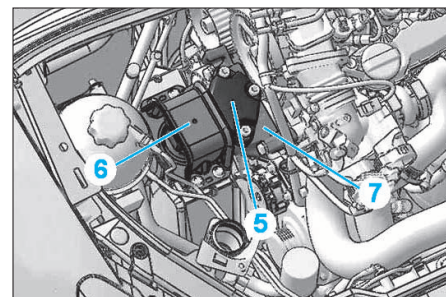

FIG. 10
- Déposer (Fig.10) :
- l'ensemble support moteur (5) et pontet limiteur de débattement (6),
- le support moteur intermédiaire droit (7).